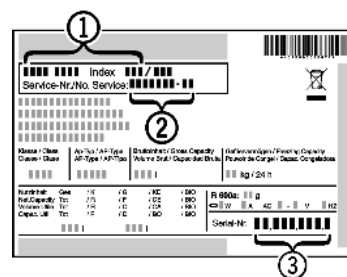

Fig. 12
- ▶ Прочетете от идентификационната табелка описанието на уреда Fig. 12 (1), сервисния № Fig. 12 (2) и серийния № Fig. 12 (3). Идентификационната табелка се намира на лявата вътрешна стена на уреда.
- ▶ Обадете се на сервисната служба и посочете неизправността, описанието на уреда Fig. 12 (1), сервисния № Fig. 12 (2) и серийния № Fig. 12 (3).